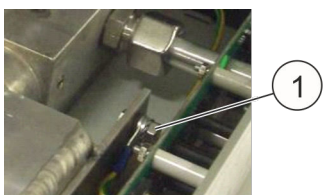

Fig. 47: Morsetto di terra
- 7.** ➤ Rimuovere il morsetto di terra (Fig. 47/1) dal serbatoio.